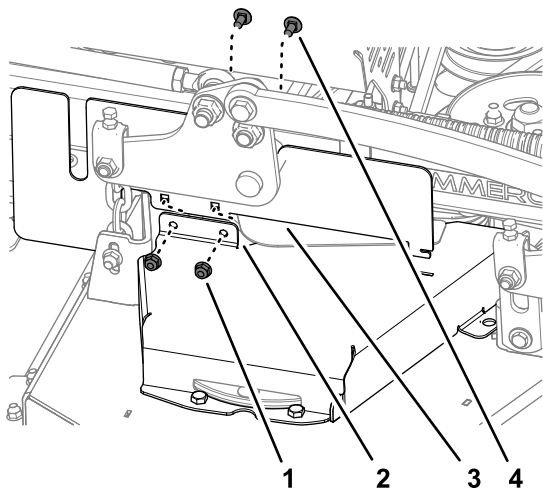

Figura 41
2. Monte la cubierta CE derecha a la cubierta de la correa derecha (Figura 41) con los 2 pernos de cuello cuadrado y 2 contratueras que retiró en Retirada de la cubierta de la correa izquierda (página 28).